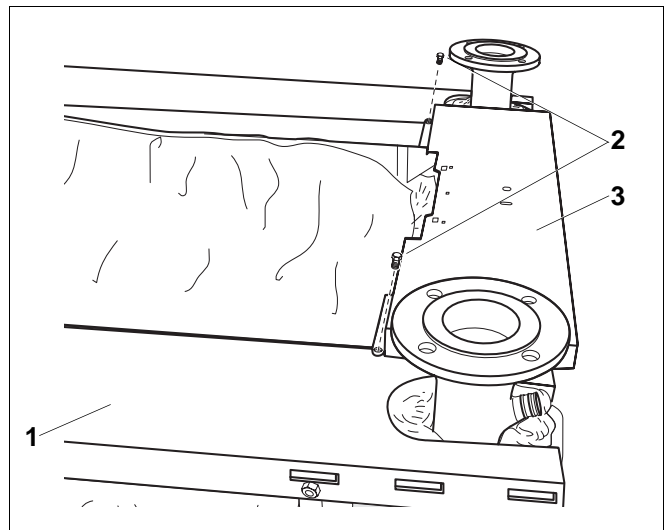

Fig. 51 Monter le capot avant
- Poser le capot avant (fig. 51, **pos. 3**, habillage paquet A) et le fixer avec deux vis à tête plate 3,9 x 9,5 (fig. 51, **pos. 2**) aux faces arrière des capots latéraux (fig. 51, **pos. 1**).